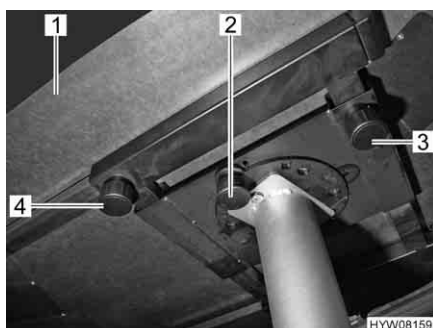

Fig. 54 Tavolo fisso con piede del tavolo ancorato
- Svitare la vite a testa cilindrica zigrinata (Fig. 54,4).
- Spingere il piano del tavolo (Fig. 54,1) nella posizione desiderata.
- Svitare la vite a testa cilindrica zigrinata (Fig. 54,3).
- Premere il tasto (Fig. 54,2) del bloccaggio.
- Ruotare il piano del tavolo (Fig. 54,1) nella posizione desiderata.